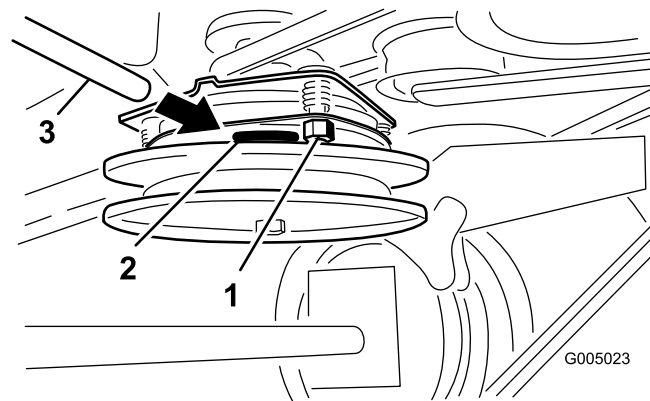

Figure 58
2. Serrez les contre-écrous jusqu'à ce la jauge d'épaisseur fléchisse légèrement mais puisse bouger facilement dans l'entrefer (Figure 58).